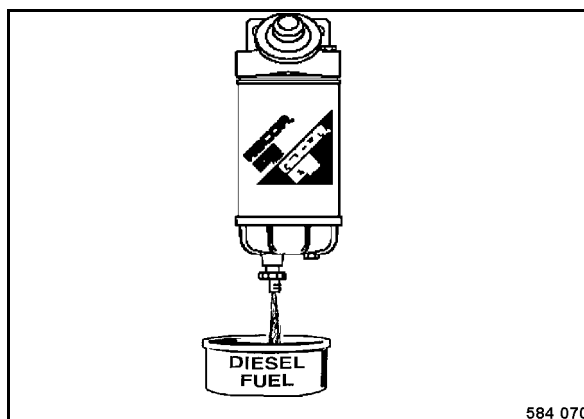

Fig. 91
- Soltar el tornillo de descarga (Fig. 91) por algunas vueltas y recoger el combustible / agua saliendo.